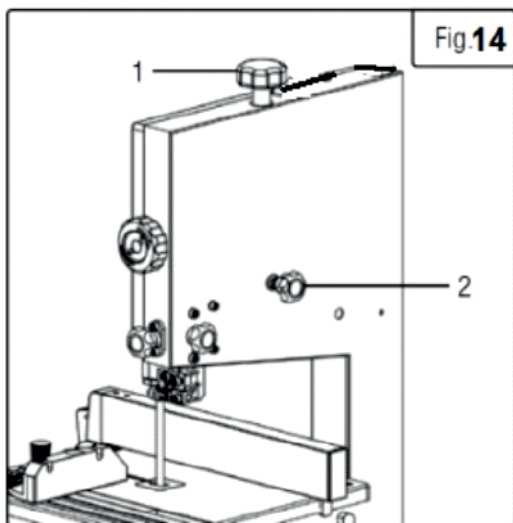

Рис. 14
4. МЕДЛЕННО поверните ручку регулировки хода (Рис. 14–2), одновременно вращая верхний шкив. Поворот ручки регулировки хода по часовой стрелке (если смотреть с задней стороны станка) приведет к тому, что пильное полотно будет смещаться в направлении задней части станка; поворот ручки против часовой стрелки приведет к тому, что полотно будет смещаться в направлении передней части станка.